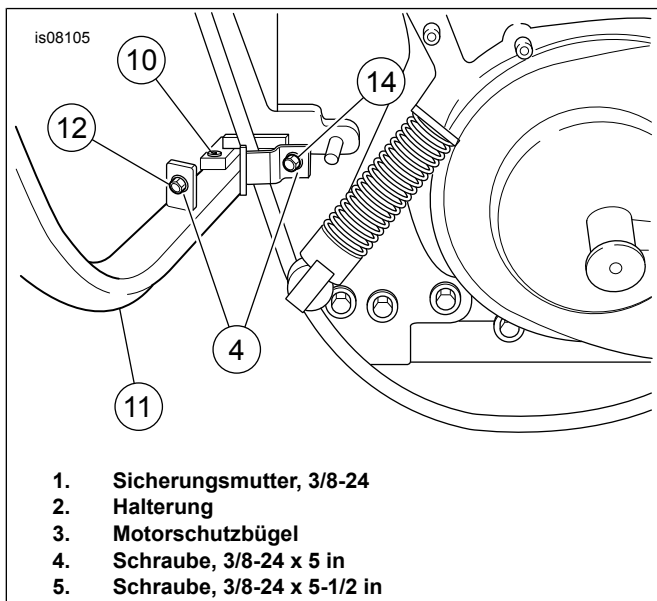

Abbildung 2. Lage der Befestigungsteile – Modelle ab Ende 1984
3. Siehe Abbildung 1 und Abbildung 2. Unterlegscheibe (3) auf 5-1/2 in lange Schraube (14) stecken. Die Schraube (14) durch eine Motoraufhängung, durch das Distanzstück (13) (es sei denn, der Motorschutzbügel wird an einem Fahrzeug montiert, das mit vorderen Bedienungselementen ausgestattet ist, in diesem Fall DISTANZSTÜCK NICHT VERWENDEN), durch das Versatzende der Halterung (10) und (mit dem großen Versatz zur Ständerseite des Fahrzeugs weisend) durch die andere Motoraufhängung stecken. Die Unterlegscheibe aus dem Satz (3) auf das Ende der Schraube (14) stecken und mit der Sicherungsmutter (4) sichern. Darauf achten, dass die Halterung keine Kabel einklemmt. Bei Modellen ab 1986 darauf achten, dass die Halterung den Öldruckschalter nicht berührt.